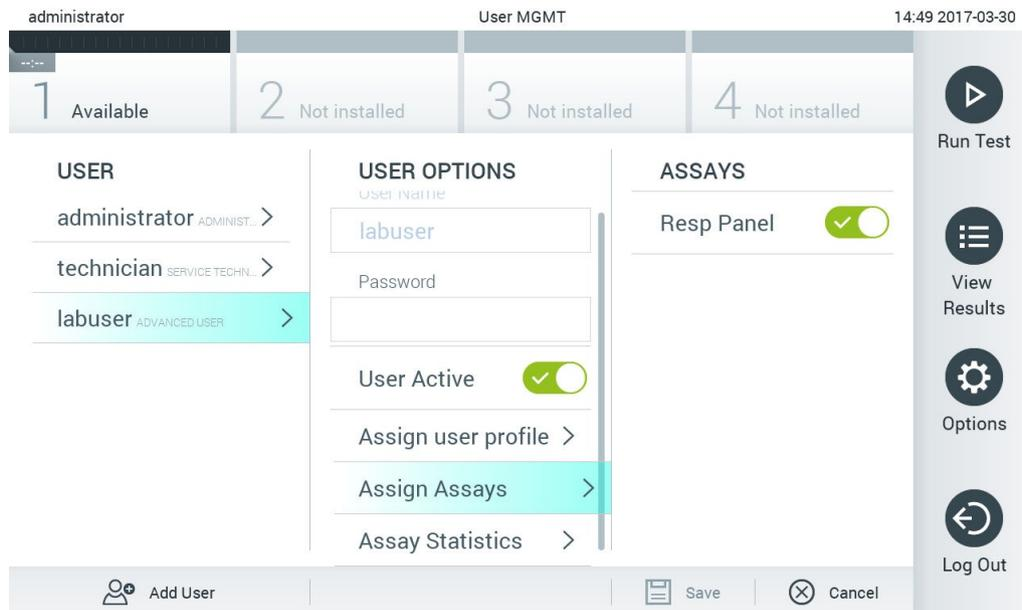

Figura 55. Atribuição de ensaios a utilizadores.
- Assign Assays (Atribuir ensaios): permite definir os ensaios da base de dados de ensaios que o utilizador tem permissão para executar. Selecione os ensaios a partir da lista à direita da área de conteúdo (Figura 55).